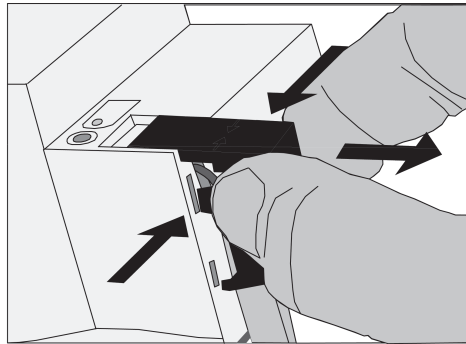

Figure 5: Retrait du capuchon de protection
- Pousser latéralement le capuchon de protection et le retirer (voir figure 5).